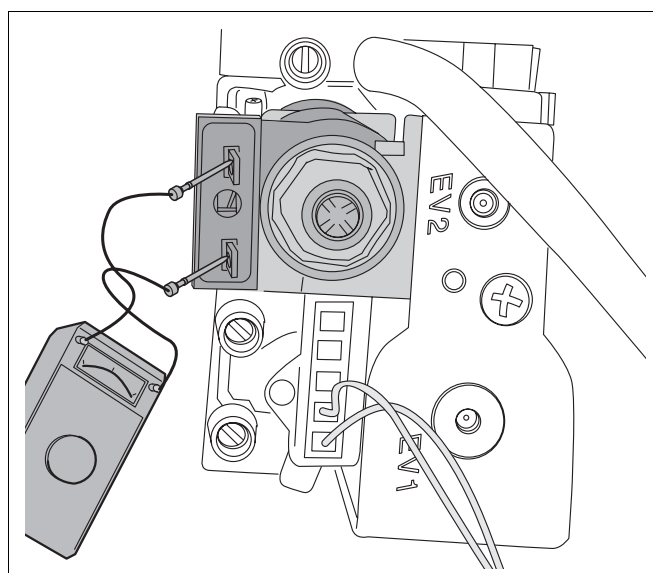

Рис. 25 Измерение сопротивления катушки модуляционного клапана
- Измерить сопротивление. Если сопротивление ок. 80 Ом, катушка модуляционного клапана в порядке (рис. 25).